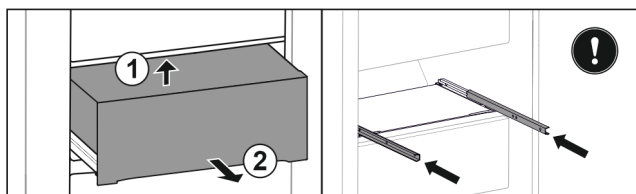

Fig. 38
- ▶ Поднимите выдвижной ящик сзади снизу Fig. 38 (1).
- ▶ Извлеките движением вперед Fig. 38 (2).